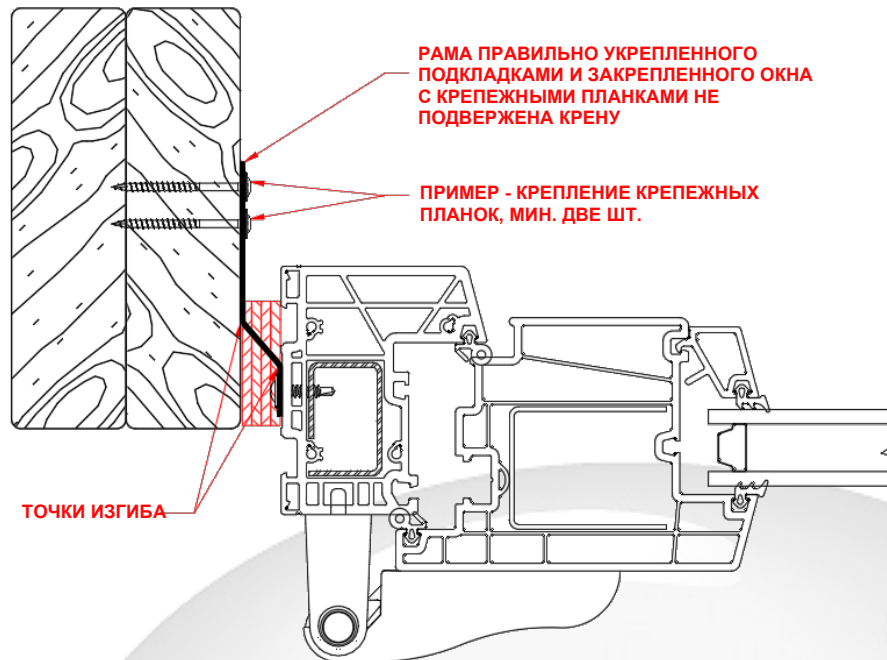

Рис. 17: Пример правильно укрепленной подкладками и закрепленной двери со стальной планкой
- III) Отогнув все планки в точках изгиба, закрепите оконные планки в проеме до установки. (См. рис. 17). Согните планку, чтобы предотвратить скручивание рамы.